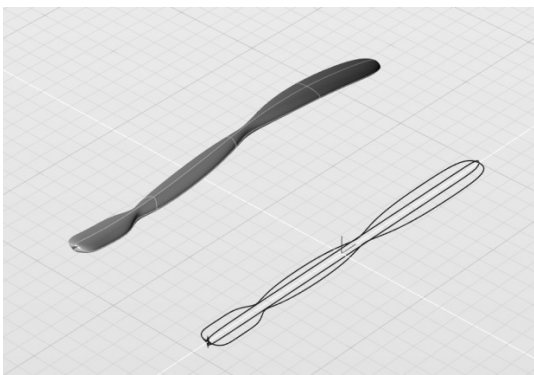

图 4-75 调整伸展曲面的“拉伸轴”为“X 轴”
6) 以上变形并非所期望的结果，这是由于变形的默认拉伸轴不是我们所需要的。因此，在“伸展”变形曲面控制面板中，设置“拉伸轴”为“X 轴”，即获得正确的伸展结果，如图 4-75 所示。